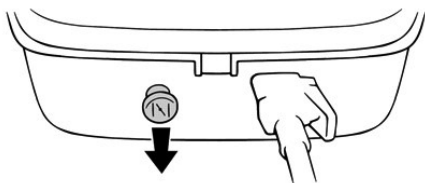

Рис. 32 Рычаг управления воздушной заслонкой
2. Если двигатель лодочного мотора холодный, перед запуском вытяните рычаг управления воздушной заслонкой (закрытое положение) (Рис. 32). После запуска двигателя полностью задвиньте рычаг.